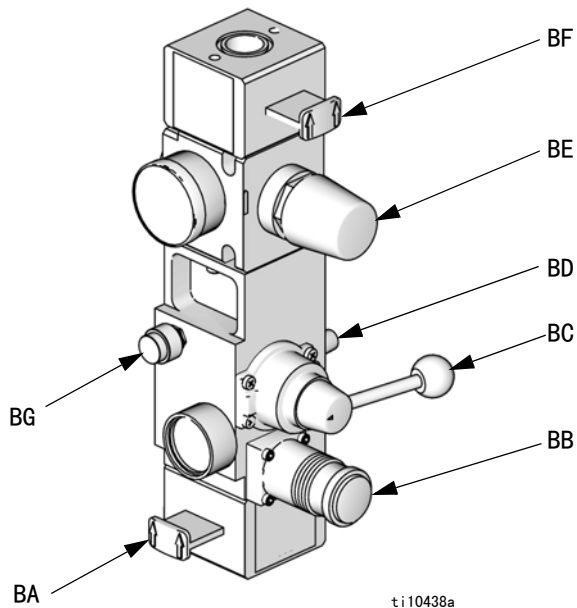

图 3: 集成气流控制器
| G 集成气流控制器（参见图 3） | U 气路泄压阀（没有提供） |
- G 集成气流控制器 (参见图 3)